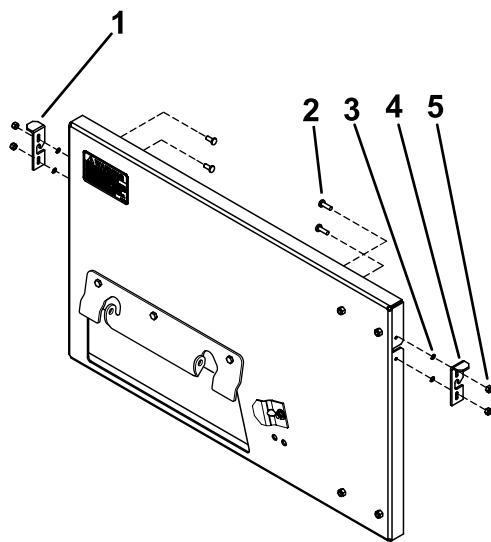

Figura 4
- 4. Instale los cierres en ambos lados de la chapa trasera usando 4 tornillos Phillips, 4 arandelas de freno y 4 contratuercas (Nº 10); Figura 4.